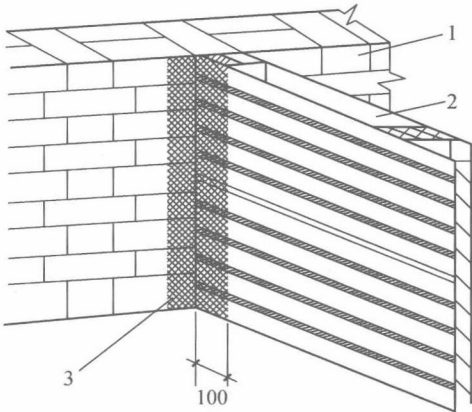

图 1-1 砖结构与木结构相接处基体处理(单位:mm)
基层处理	(1)墙上的脚手眼和各种管道穿越过的墙洞和楼板洞、剔槽等应用 1 : 3 水泥砂浆填嵌密实或堵砌好。散热器和密集管道等背后的墙面抹灰,应在散热器和管道安装前进行,抹灰面接槎应顺平。 (2)门窗框与立墙交接处应用水泥砂浆或水泥混合砂浆(加少量麻刀)分层嵌塞密实。基体表面的灰尘、污垢、油渍、碱膜、沥青渍、黏结砂浆等均应清除干净,并用水喷洒湿润。 (3)混凝土墙、混凝土梁头、砖墙或加气混凝土墙等基体表面的凸凹处,要剔平或用 1 : 3 水泥砂浆分层补齐,模板钢丝应剪除。 (4)板条墙或顶棚,板条留缝间隙过窄处,应进行处理,一般要求达到 7~10 mm (单层板条)。 (5)金属网应铺钉牢固而平整,不得有翘曲、松动现象。 (6)在木结构与砖石结构、木结构与钢筋混凝土结构相接处的基体表面抹灰,应先铺设金属网,并绷紧牢固。金属网与各基体的搭接宽度从缝边起每边不小于 100 mm,并应铺钉牢固,不翘曲,如图 1-1 所示。 (7)平整光滑的混凝土表面,如设计无要求时可不抹灰,用刮腻子处理。如设计有要求或混凝土表面不平,应进行凿毛后方可抹灰。 (8)预制钢筋混凝土楼板顶棚,在抹灰前需用 1 : 0.3 : 3 水泥石灰砂浆将板缝勾实